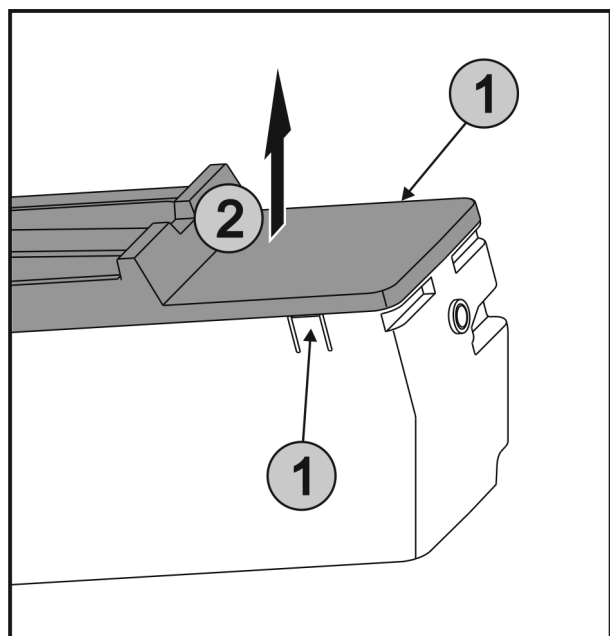

Fig. 40
- ▶ Premere contemporaneamente le linguette Fig. 40 (1) su entrambi i lati di EasyTwist-Ice e rimuovere la copertura sollevandola verso l'alto Fig. 40 (2).